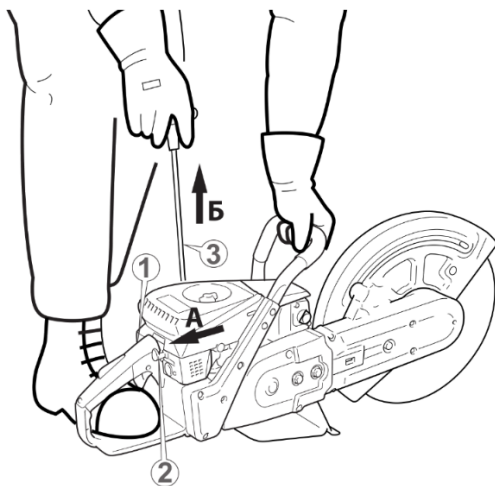

Рисунок 9. Запуск двигуна.
8. Привести у дію стартер двигуна: спочатку обережно потягнути на себе руків'я стартера (3, рис. 9) в напрямку стрілки (Б), доки не відчується опір. Відчувши опір, повернути руків'я у вихідне положення, а потім різко потягнути руків'я стартера на себе. Виконати дану процедуру 2-3 рази, доки двигун не почне «схоплювати». Як тільки двигун почне «схоплювати» та створить надлишковий тиск - автоматично закриється декомпресійний клапан, повернувшись до початкового положення, припинити маніпуляції з руків'ям стартера, обережно повернути його в вихідне положення та поступово відкрити повітряну засувку карбюратора, повільно пересунувши важіль (2, рис. 9) до упору, встановивши важіль засувки у вихідне положення.